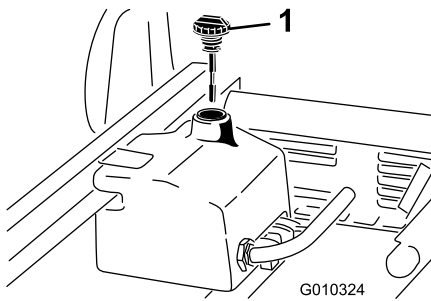

Figura 20
1. Limpie la zona alrededor del cuello de llenado y el tapón del depósito hidráulico (Figura 20). Retire el tapón del cuello de llenado.
2. Retire la varilla (Figura 20) del cuello de llenado y límpiela con un paño limpio. Inserte la varilla en el cuello de llenado; luego retírela y compruebe el nivel del aceite. El nivel del aceite debe estar entre las dos marcas de la varilla.